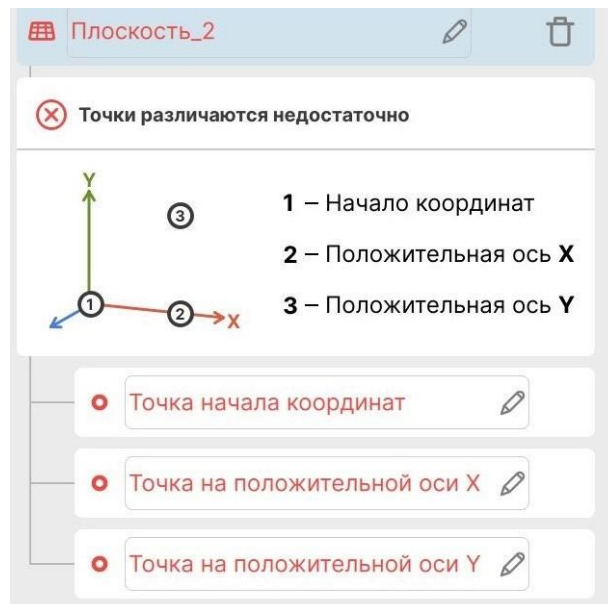

Рисунок 56 - Пример отображения подсказки.
4. Нажмите на первую точку для обучения начала координат, точка подсветится и отобразится подсказка (Рисунок 56);